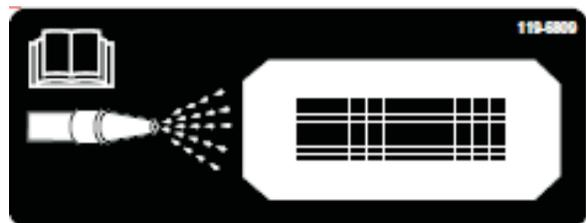

图51
10. 找到 ProPass 前面的清洗口标贴（图51），使用浇水管喷淋前后保护网，直到底盘上的物料被完全清除（图52）。